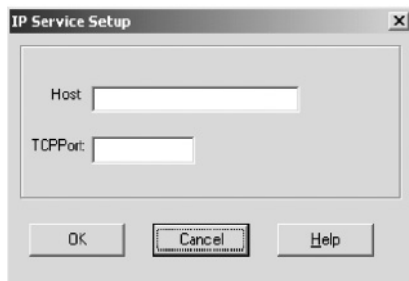

Рис. 22. Окно настройки IP-сервисов
3. Щелкните по кнопке *Add IP* («добавить IP-адрес»). Откроется окно *IP Service Setup* («настройка IP-сервисов», рис. 22).